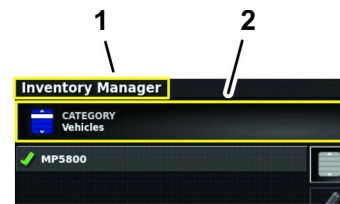

Рисунок 88
5. Если рабочие задания по категориям не отображены в значке категории, нажмите этот значок (Рисунок 88).